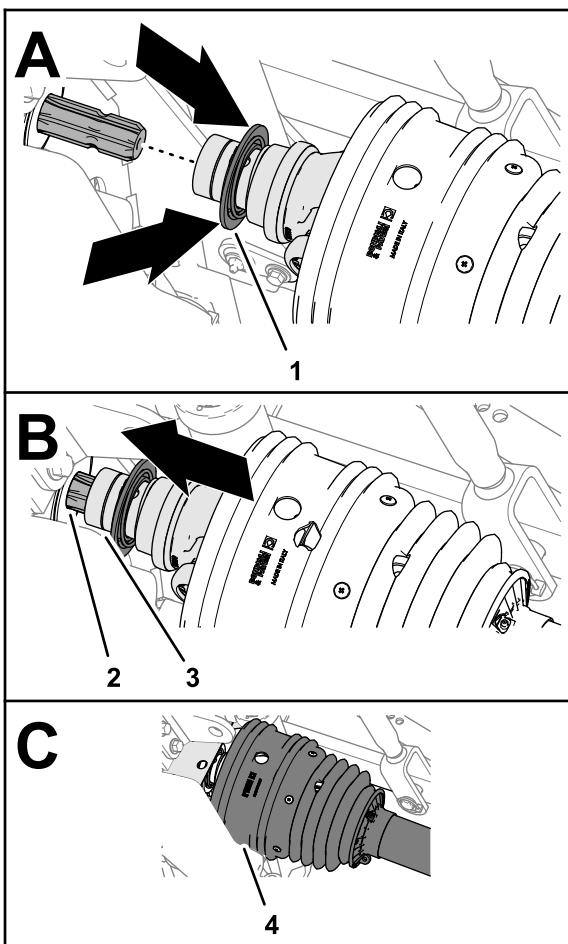

Figura 27
3. Tirate indietro il collare di bloccaggio della forcella dell'albero di trasmissione (Figura 27).
infilate la presa della forcella sulle scanalature dell'albero di uscita della PDF (Figura 27).
6. Assicuratevi che lo schermo sia posizionato sulla forcella dell'albero di trasmissione (Figura 27).